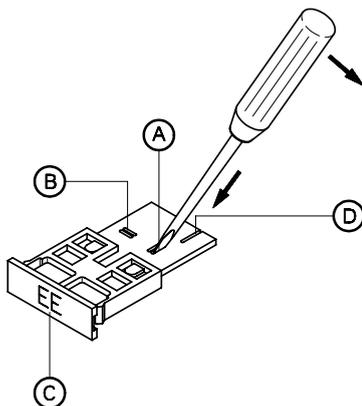

Fig. 13
A seconda del tipo di caldaia e di combustibile utilizzato, bisognerà eventualmente eseguire sulla spina di codifica della caldaia una modifica come riportato alla fig. 13:
2. Apportare la modifica secondo la tabella ed in base alla fig. 13.